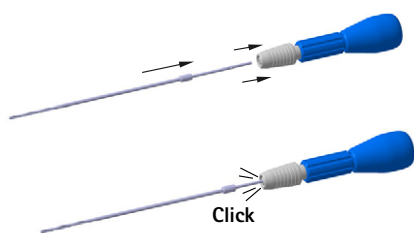

Fig. 3 Montering af boret
- Indsæt boret i borehåndtaget (FJ839R), se Fig. 3.